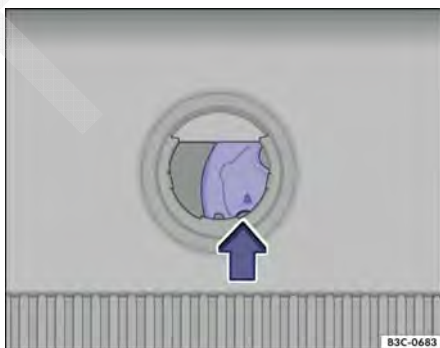

Fig. 67 No compartimento de bagagem: destravar a tampa do compartimento de bagagem em caso de emergência
- Pressionar a alavanca de destravamento no sentido da seta → Fig. 67 para destravar a tampa do compartimento de bagagem.